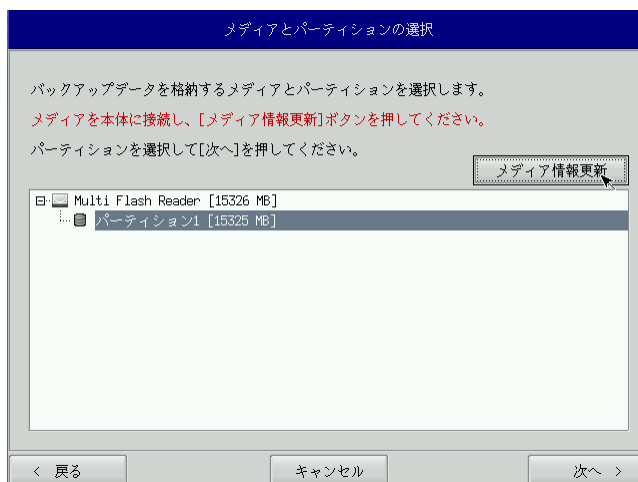

図 5-5-1. メディアとパーティション選択画面
- ⑤ メディアとパーティション選択画面（図 5-5-1）が表示されます。本体にメディアを接続し、[メディア情報更新]ボタンを押してください。バックアップファイルを保存するメディアのパーティションを選択し、[次へ]ボタンを押します。